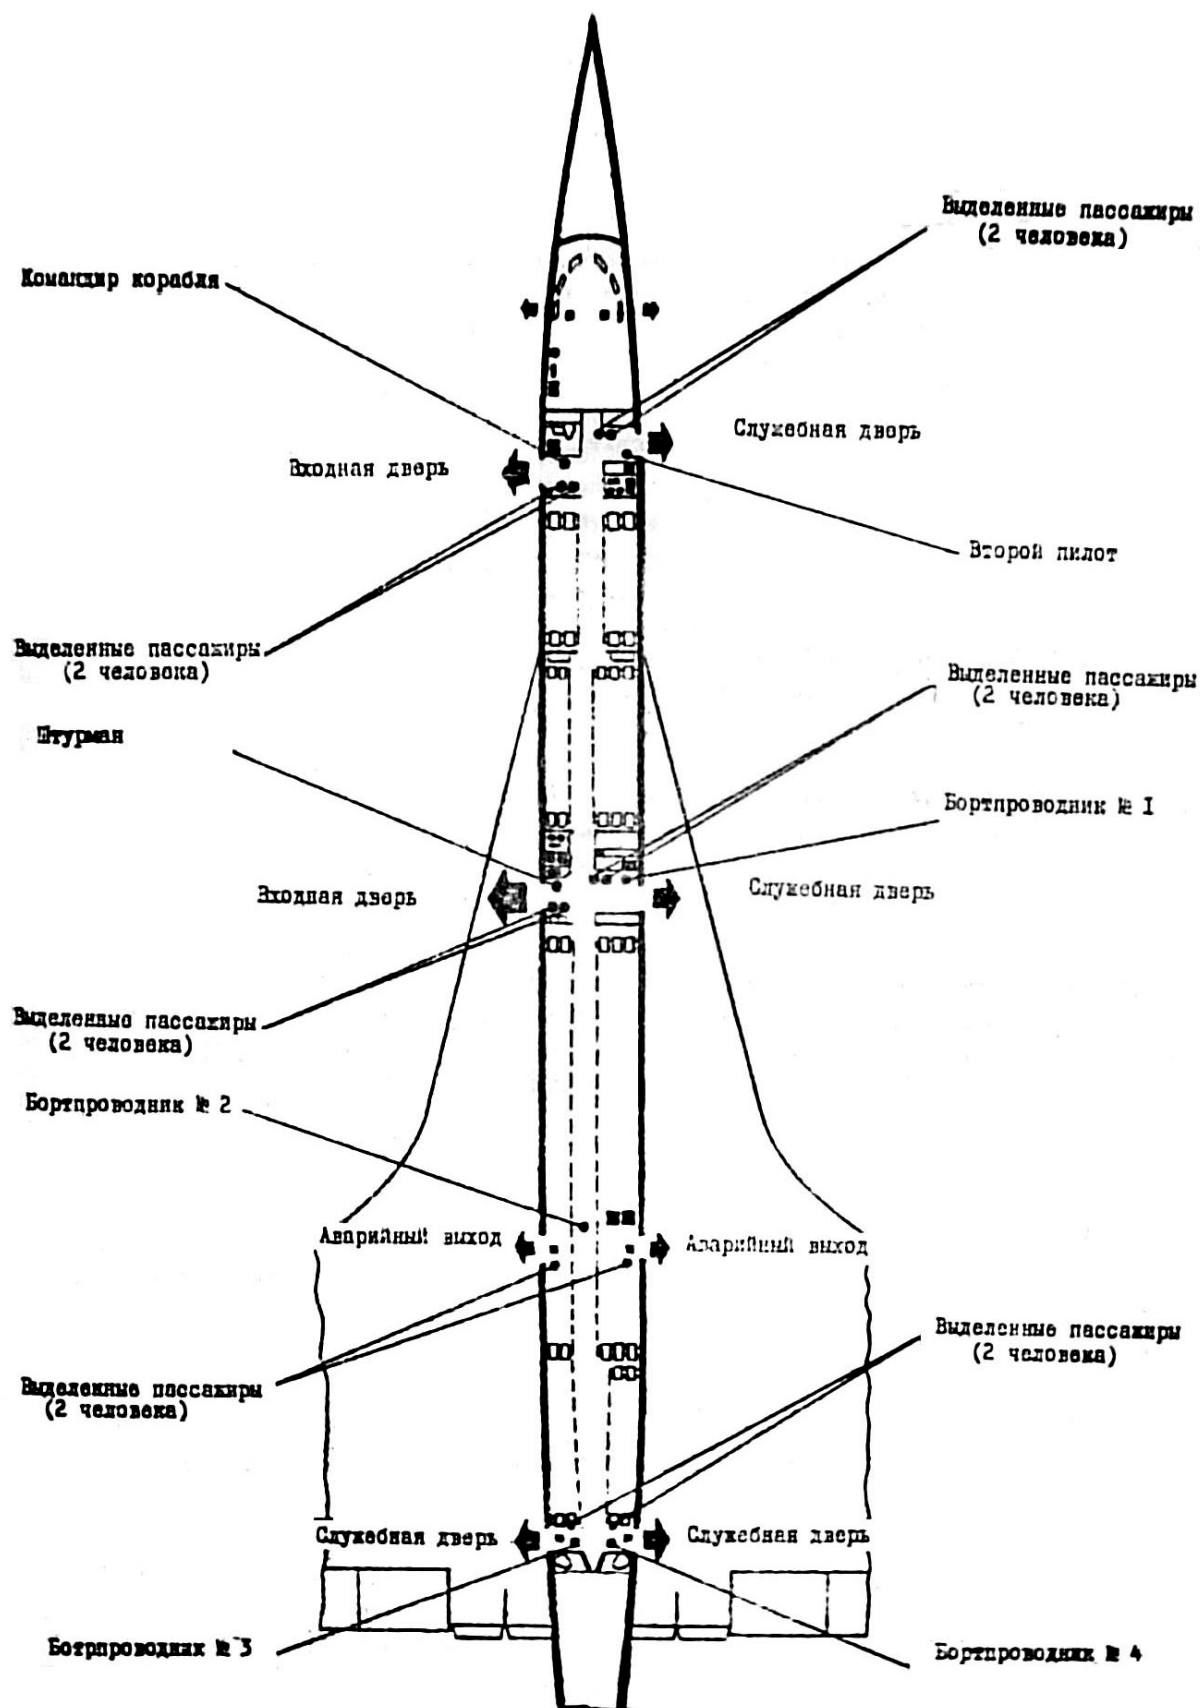

Рис. 3.4.-1. СХЕМА ЭВАКУАЦИИ ПассажиРОВ И ЭКИПАЖА ПРИ ВЫНУЖДЕННОЙ ПОСАДКЕ НА СУШУ
- (1) Командиру корабля (первому пилоту):
- подайте команду членам экипажа и бортпроводникам действовать по схеме, указанной на рис. 3.4.-1;
- (2) Второму пилоту:
- (3) Бортовому инженеру:
- (4) Бортпроводникам: